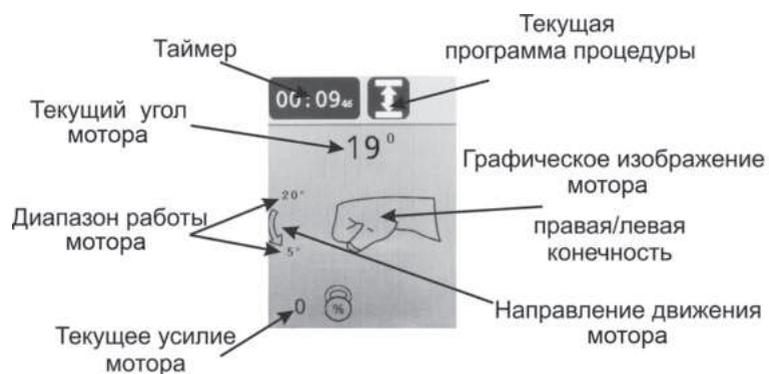

Рисунок 5.3 – Дисплей режима выполнения процедуры
### 5.1. Дисплей режима выполнения процедуры (см. рис. 5.3).
- В зоне А: заданный пользователем диапазон работы, текущее положение (угол) в градусах (аналогично рис. 5.3) для механизма, а также меню его установок.
Запуск процедуры осуществляется кнопкой . Запуск возможен только когда отображается основной экран, при этом дисплей переходит в режим выполнения процедуры (см. рис. 5.3).